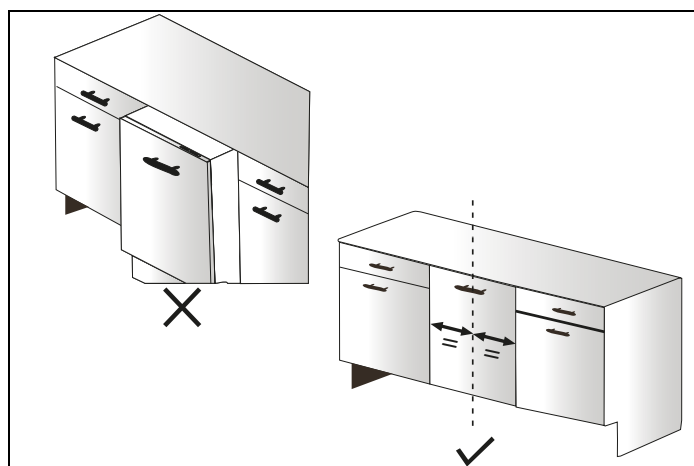

Fig. 30
- 11) Le lave-vaisselle doit être placé centré et correctement comme indiqué sur la Fig. 30 .